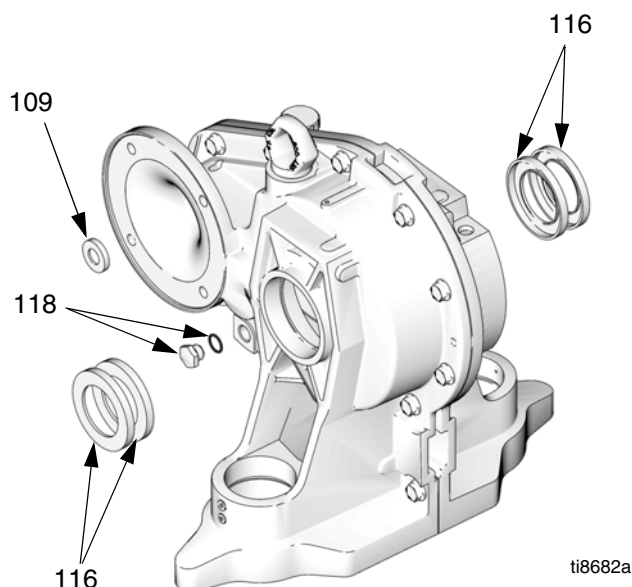

ABB. 26. Vorgelegedichtungen
5. Vier Schrauben (12) und beide Abdeckungen (21, 32) entfernen.
6. Siehe ABB. 26. Den Ölablassstopfen (118) mit Dichtung auf der Motorseite des Vorgeleges abschrauben. Durchstechen Sie die Eingangsdichtung (109) mit einer gehärteten Blechschraube und ziehen Sie sie heraus.